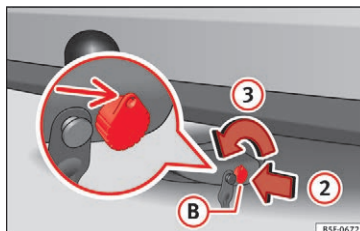

Fig. 234 Oplåsning af lås
- Stik nøglen **(B)** ind i låsen i pilens retning **(2)** » Fig. 234.